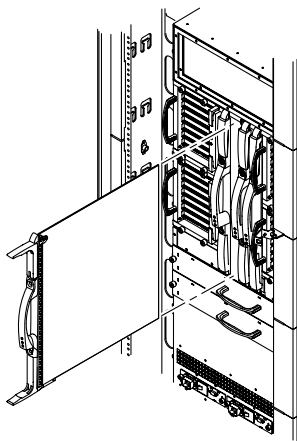

図 11-6 リピータボードの取り外しおよび取り付け — Sun Fire 6800 システム
5. ハンドルを持ち、トラックに沿ってボードをスライドさせて、カードケージからボードを取り出します (図 11-6)。
3. リピータボードを適切なスロット (スロットの場所は、11-3 ページの表 11-1 を参照) の溝に位置付け、ボードが止まるまでゆっくりと挿入します (図 11-6)。